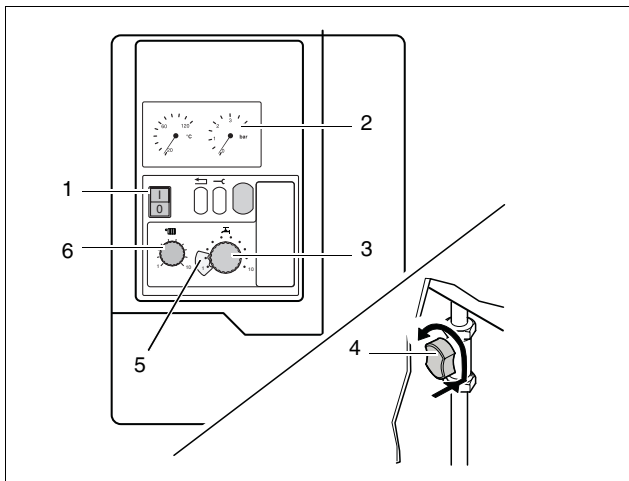

Fig. 9 *Pannello di comando, indicazione della pressione, rubinetto di intercettazione del gas, indicazione della temperatura*
- Impostare la temperatura di mandata sul regolatore (fig. 9, pos. 6) servendosi della tab. 1.
- Impostare la temperatura dell'acqua calda per EcoTATA Princess HRC24 con produzione integrata d'acqua calda sul regolatore (fig. 9, pos. 3) servendosi della tab. 2.
Per un maggiore risparmio energetico (nessuna funzione di mantenimento), porre il regolatore (fig. 9, pos. 3) sulla posizione "1" Avvio a freddo. Temperatura di uscita: 60 °C.
- Impostare la temperatura dell'acqua calda per EcoTATA Princess con accumulatore esterno sul regolatore (fig. 9, pos. 3) (consultando la tab. 3).
- Aprire il rubinetto di intercettazione del gas: premere e ruotare verso sinistra in posizione verticale (fig. 9, pos. 4).
- Porre l'interruttore di rete (fig. 9, pos. 1) in posizione "I". Il programma di avvio comincia e dopo ca. 30 s il bruciatore si accende.